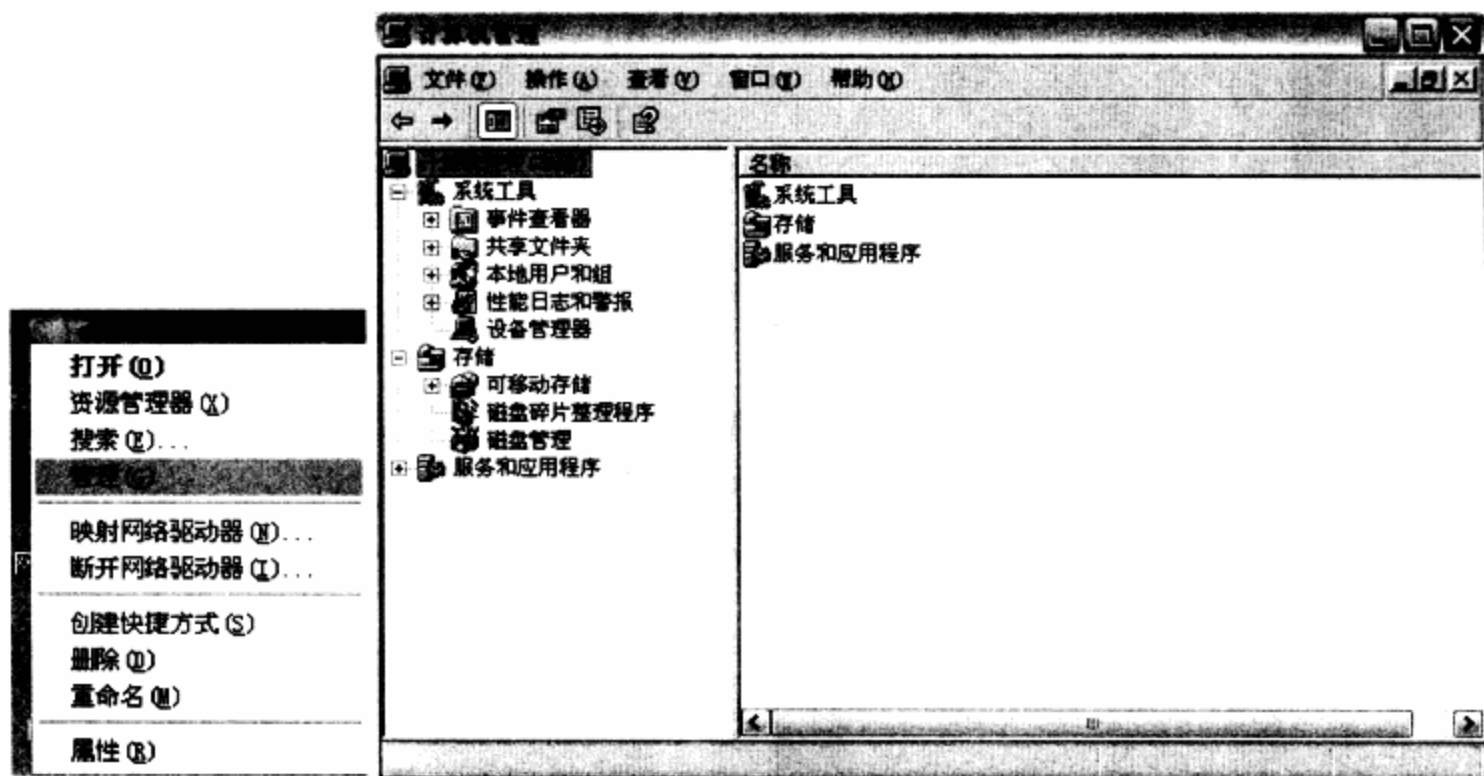

图4-52 “计算机管理”窗口
**步骤 01** 右击“我的电脑”图标，在弹出的快捷菜单中选择“管理”命令，打开“计算机管理”窗口。如图4-52所示。